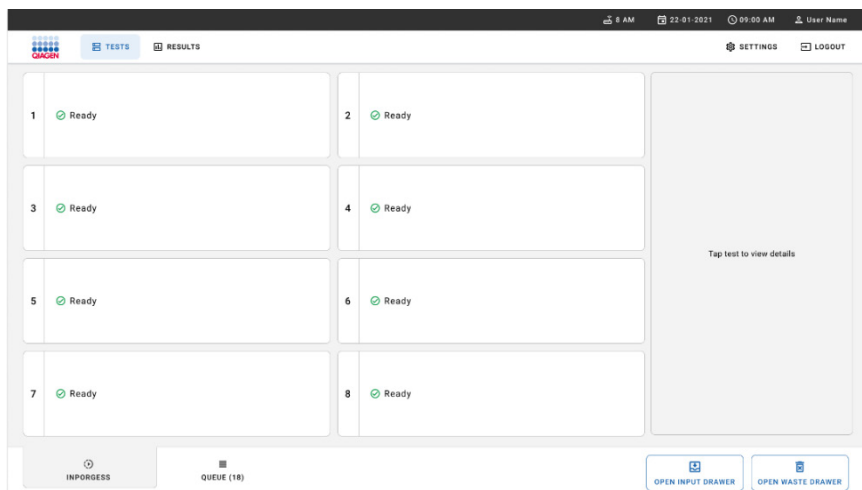

Figura 20. Tela de teste principal.
1. Pressione o botão **OPEN WASTE DRAWER** (Abrir a gaveta de resíduos) no canto inferior direito da tela Main Test (Teste principal) (Figura 20).
3. Feche a gaveta de resíduos após a remoção dos cartuchos. O sistema verificará a bandeja e voltará para a tela Main (Principal) (Figura 20). Se a bandeja tiver sido removida para fins de manutenção, certifique-se de que ela esteja inserida corretamente antes de fechar a gaveta.
4. Pressione o botão **OPEN INPUT DRAWER** (Abrir a gaveta de entrada) no canto inferior direito da tela (Figura 20).